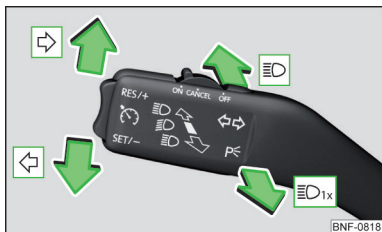

Fig. 41
Positioner for betjeningsarmen » Fig. 41
► Tryk betjeningsarmen helt til position  eller  » Fig. 41 på side 44.